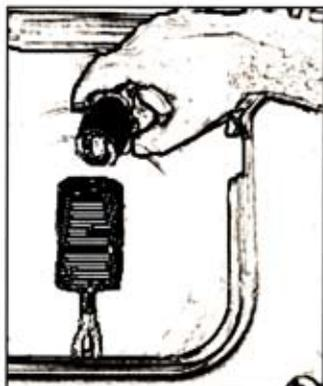

Bild 25: Lampengehäuse und Fassung mit Halogenlampe
- Mit zwei Fingern Bügelfeder am Lampengehäuse nach hinten wegdrücken und Fassung mit Halogenlampe entnehmen (siehe Bild 25).